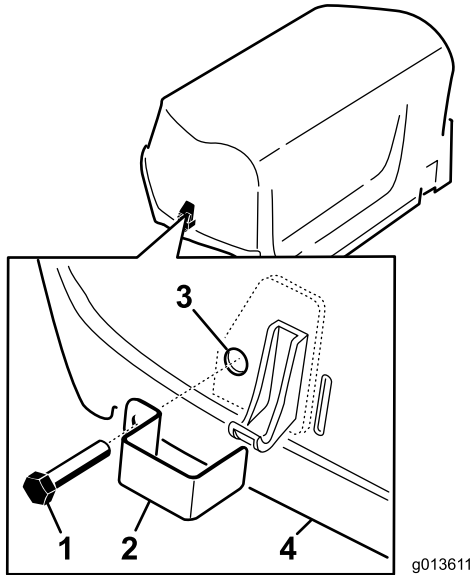

图7
1. 用带头螺栓共 2 个将门锁盖安装到左、右侧机罩门锁上 图7。
2. 用钳子或可调扳手将内锁定垫圈拧到各个螺栓12个螺纹以固定螺栓 图7。